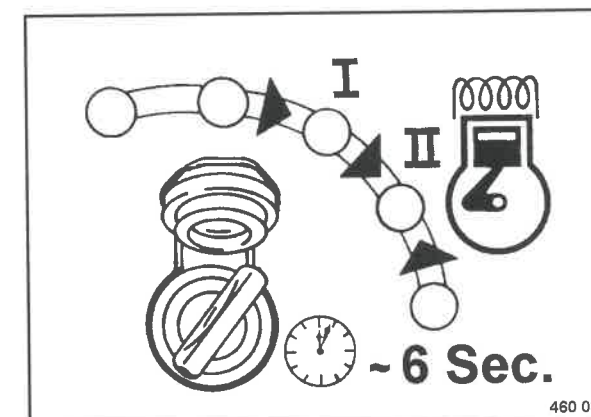

Fig. 49
- Girare la chiave di accensione (Fig. 49) oltre la posizione "I" nella posizione "II" e tenerla ferma per circa 6 secondi.